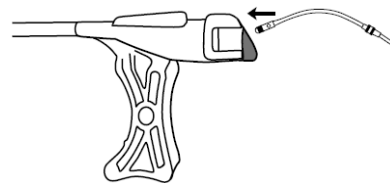

図 2:リードの挿入
- (1) 直線型スタイレット又はリードに適したガイドワイヤがリードに挿入されていることを確認する。遠位端がリードの先端を越えないようにする。
- (2) リードをシュアバルブから直接挿入する(図 2)。